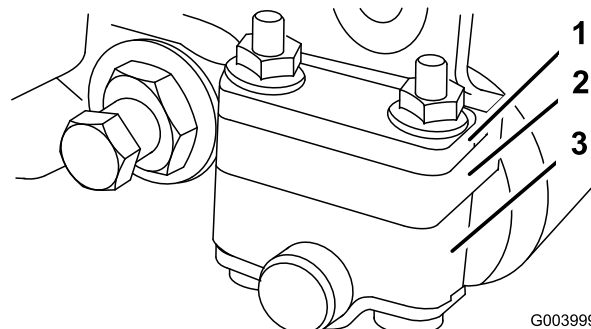
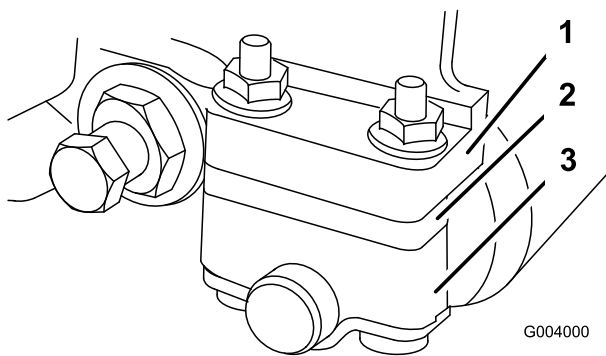

Figura 12
Figura 13
1. Ajuste los soportes del rodillo trasero (Figura 12 o Figura 13) a la posición superior o inferior, dependiendo del intervalo de alturas de corte deseado.
Coloque el espaciador encima de la brida de montaje de la chapa lateral (ajuste de fábrica) para obtener un intervalo de alturas de corte de 1,6 a 6,4 mm (Figura 12).
Coloque el espaciador debajo de la brida de montaje de la chapa lateral para obtener un intervalo de alturas de corte de 3 a 25 mm (Figura 13).